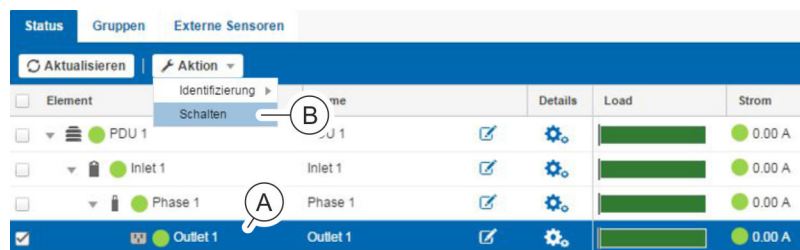

Abb. 99: Menü "Status" – Registerkarte "Status"
3. ➤ In der Registerkarte "Status" die gewünschte Steckdose auswählen (Abb. 99/A).
4. ➤ Über „Aktion → Schalten“ (Abb. 99/B) das Fenster "Schalten" aufrufen.